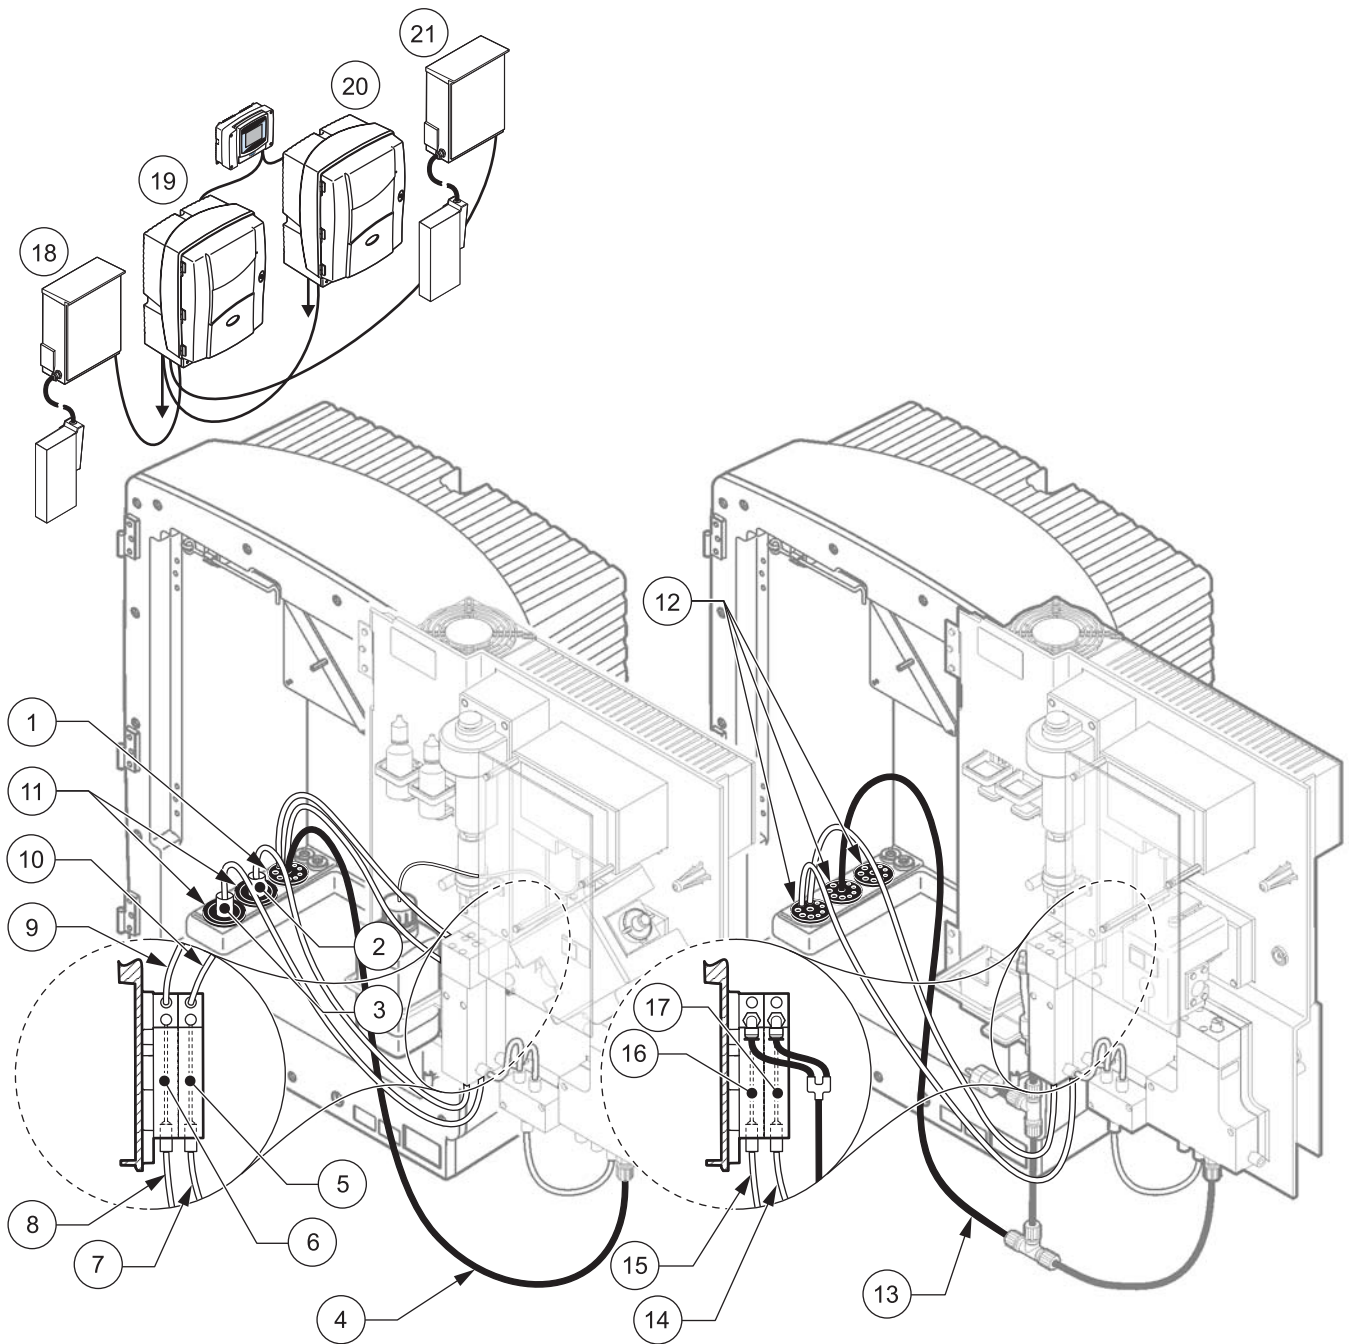

图 33 选项 9b 设置
请参考图 33 以及选项 9b 的以下说明:
- a. 通过分析器从 FILTRAX 1 引出加热的软管 (图 33, 项目 3)。使用 1 号密封塞加固。